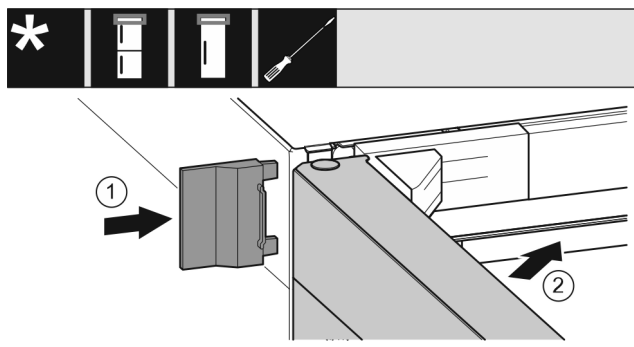

Fig. 23
- Nasuňte vonkajší kryt Fig. 23 (1).
- Zatvorte horné dvere Fig. 23 (2).